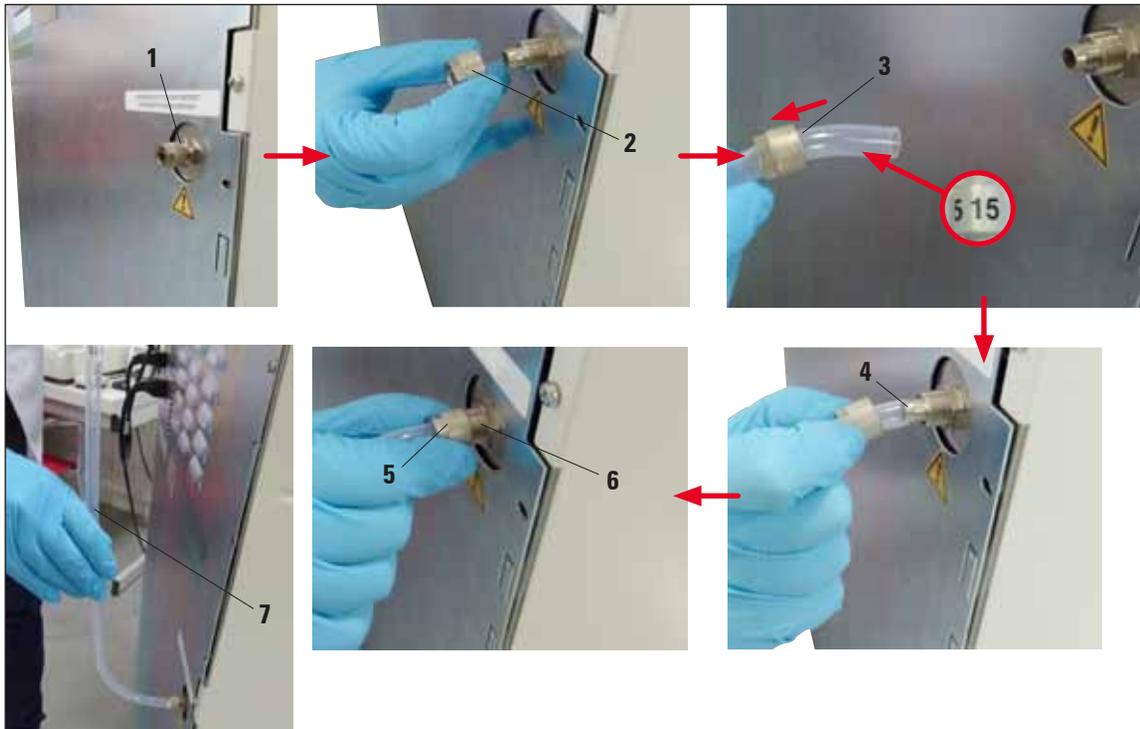

Abb. 90
Der Abluftanschluss (Abb. 90, 1) befindet sich an der Rückseite des Geräts.
1. Die Mutter (Abb. 90, 2) vom Anschluss (Abb. 90, 1) lösen und auf das abgewinkelte Ende des mit "15" markierten Schlauchs (Abb. 90, 3) stecken.
2. Das abgewinkelte Ende des mit "15" markierten Schlauchs so weit wie möglich auf den Nippel des Anschlusses schieben (Abb. 90, 4).
3. Zum Fixieren des Abluftschlauchs die Mutter (Abb. 90, 5) fest auf das Gewinde des Anschlusses schrauben (Abb. 90, 6).
4. Den Abluftschlauch in eine aufrechte Position drehen (Abb. 90, 7) und den mit "20" markierten Schlauch mit dem externen Abluftsystem verbinden.